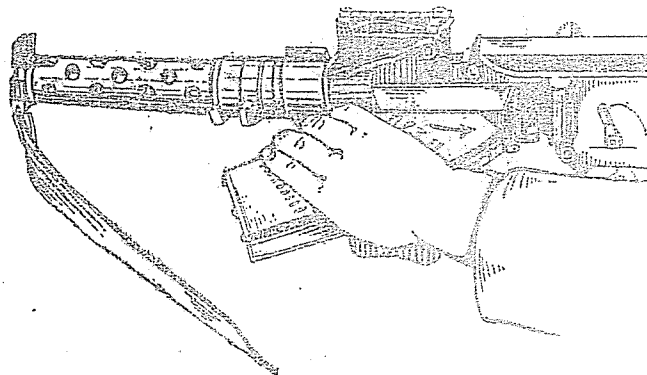

Рис. 21. Как вставить магазин
- 3.левой рукой вставить магазин, сначала переднюю, более короткую часть (рис. 21), затем заднюю; при правильной постановке магазина должен произойти легкий щелчок.